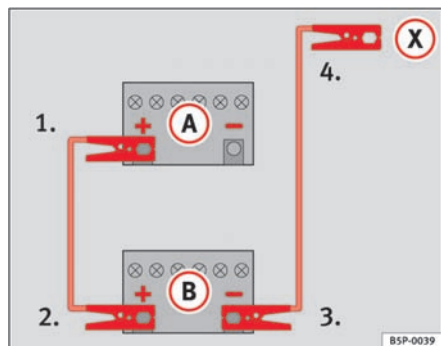

Fig. 198 Sådan skal startkablerne sættes på.
På ⇒ fig. 198 ses det afladede batteri (A) og det opladede batteri (B).
1. Forbind den ene ende af det røde startkabel til pluspolen ⇒ fig. 198 (+) i bilen med det afladede batteri ⇒ ⚠.
4. Forbind den anden ende af det sorte startkabel (X) til en massiv metaldel, der er skruet fast på motorblokken, eller på selve motorblokken i bilen med det afladede batteri. Forbind det ikke til et sted nær batteriet ⇒ ⚠.